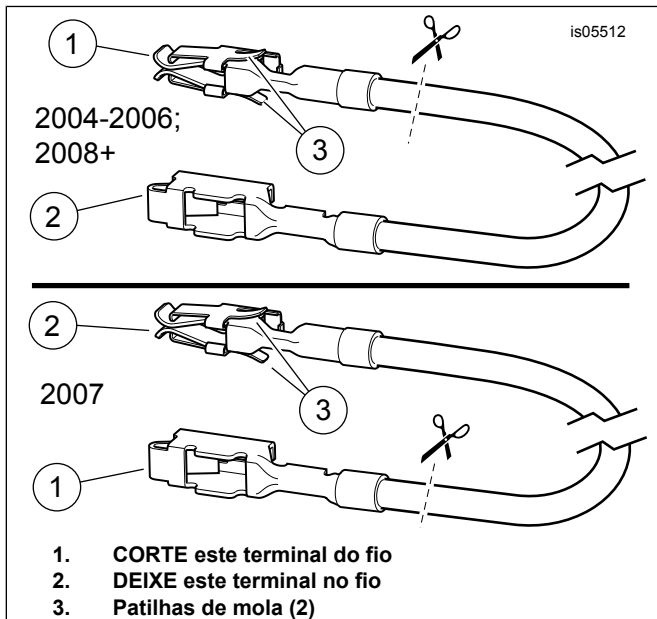

Figura 13. Fio adaptador do bloco de fusíveis (FL Touring)
2. Obtenha o fio adaptador de bloco de fusíveis cor de laranja/branco (9) do kit. **Para modelos ano 2004 até 2006:** anote o terminal em cada extremidade (consulte Figura 13, **vista superior**). Apenas o terminal **SEM patilhas de mola** cabe na cavidade do fusível. Corte cuidadosamente o terminal **COM** patilhas de mola do fio e elimine-o. **Para modelos ano 2007:** anote o terminal em cada extremidade (consulte Figura 13, **vista inferior**). Apenas o terminal **COM as patilhas de mola** cabe na cavidade do fusível. Corte cuidadosamente o terminal **SEM** patilhas de mola do fio e elimine-o.